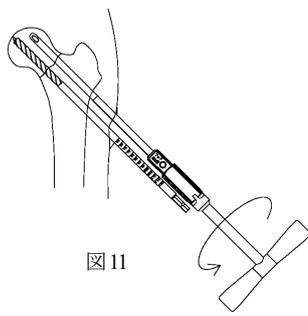

図11
- インプラントが回転しないよう、アウターガイド後端のハンドル部をしっかり把持しながら、インナーガイド後端の十字観にインナーガイド解除レンチを組み付けて左回しで取り外します。(図11)